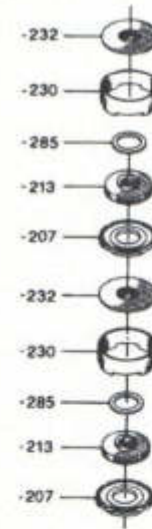

Abb. 10 Verschleissteile MP 1 Pumpe
- Zum Auswechseln der Verschleissteile einschliesslich Laufrädern, siehe Abb. 10, ist ein Servicesatz lieferbar (Produktnummer 12274301).
- Außerdem ist ein Servicesatz (Produktnummer 12274311) lieferbar, der alle Verschleissteile einschliesslich Laufrädern für die Wartung von zwei Pumpen umfasst, d.h. 4 Scheiben, Pos. 285, und 4 Dichtungen, Pos. 207. Siehe Abb. 10.